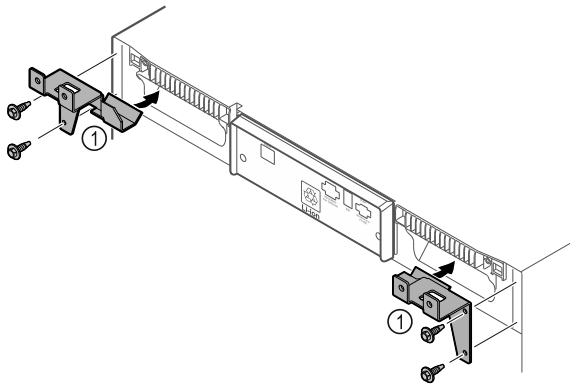

Fig. 12
- ▶ Τοποθετήστε τα στηρίγματα Fig. 12 (1) με τις αυτοδιάτρητες βίδες στη συσκευή.